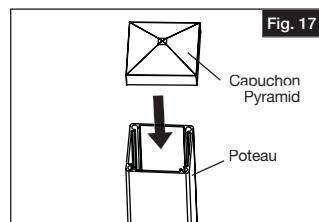

Fig. 17
- c. Installer un capuchon Pyramid sur chaque poteau (Fig. 17).